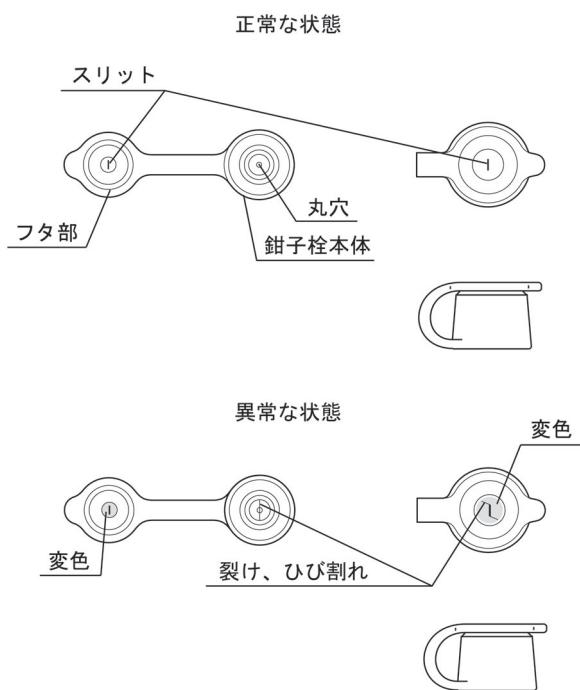

図3
13.鉗子栓のフタ部のスリットまたは鉗子栓本体の丸穴に裂け、ひび割れ、変形、変色などの異常がないことを目視で確認すること（図3参照）。